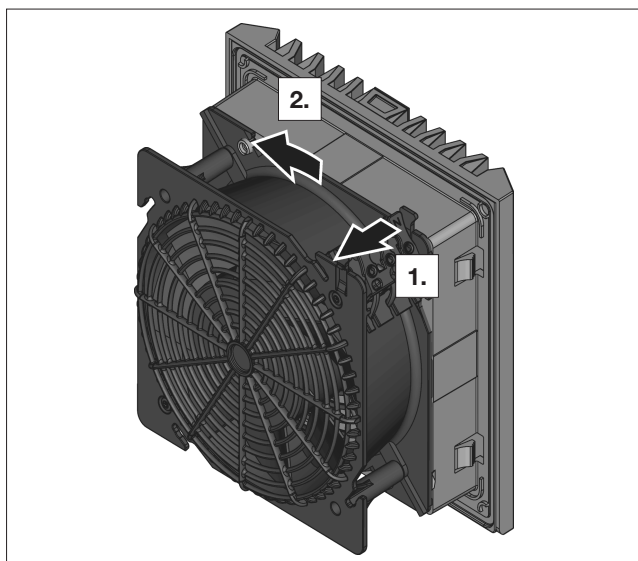

Fig. 7: Sblocco della chiusura a baionetta
- Tirare la linguetta (vedere fig. 7) del fermo a baionetta sul retro del ventilatore per sbloccare il fermo.